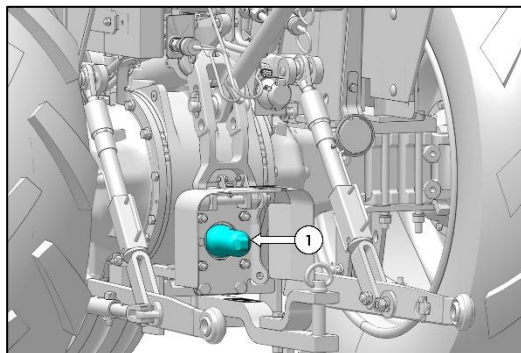

Fig. 82 - PTO-AFSCHERMINGEN EN KAPPEN
- Controleer of alle PTO-asbeschermingen (1 in Fig. 82) geplaatst zijn en controleer of alle veiligheidsstickers aanwezig zijn.